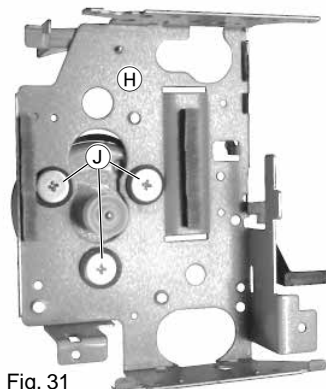

Fig. 31
- 3 Schrauben J herauserschrauben und den Motor abnehmen (Fig. 31).